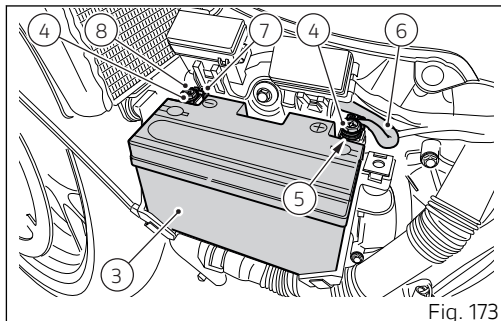

Fig. 173
- positionner le câble masse moteur (8) au-dessus du câble négatif (7) et présenter la vis (4) sur les câbles ;
- serrer les vis (4) des bornes ;
- repositionner la batterie (3) dans le support, en orientant les câbles comme indiqué en (Fig. 173) ;
- reposer le couvercle de fixation batterie (2) et fixer en serrant la vis (1) ;